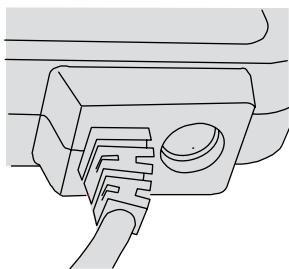

Abbildung 2 Gleichstromeingang, getrennt.
- 6 Gleichstromeingang, angeschlossen. Siehe auch Abbildung 2.